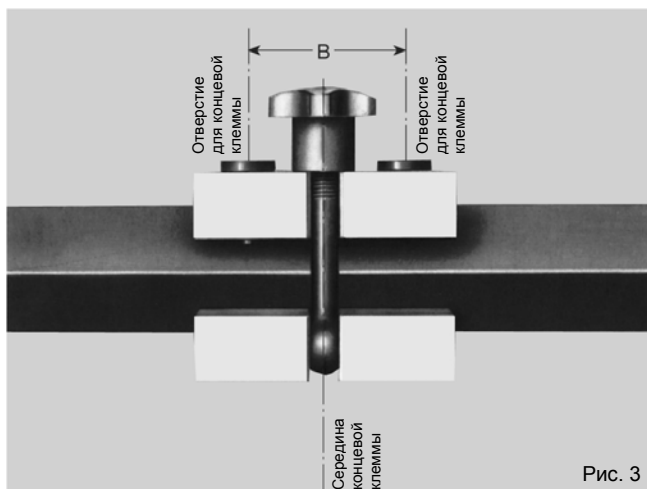

Рис. 3
2.6 Концевая клемма навинчивается на ходовой рельс. Для этого требуются 2 отверстия в ходовом рельсе (см. рис. 3). Крутящий момент затяга шестигранных винтов М 8 – 10 нм.